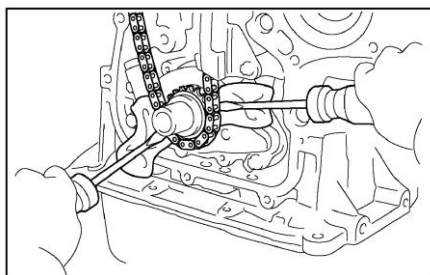

Рисунок II-84
17. Выньте цепь ГРМ при помощи 2 отверток как показано на рисунке (см. Рисунок II-84)